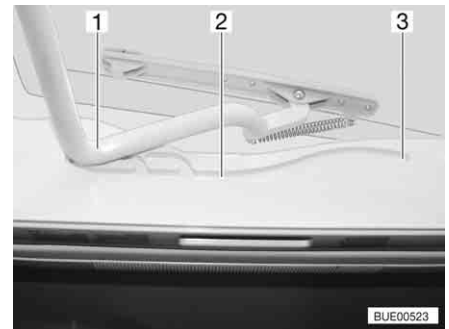

Fig. 111 Oblò Heki, guida
- Tirare la staffa (Fig. 111,1) nelle guide (Fig. 111,2) fino alla posizione più all'indietro (Fig. 111,3).
- Spingere la staffa (Fig. 111,1) leggermente verso l'alto con ambedue le mani.
- Tirare la staffa nelle guide (Fig. 111,2) fino alla posizione desiderata.